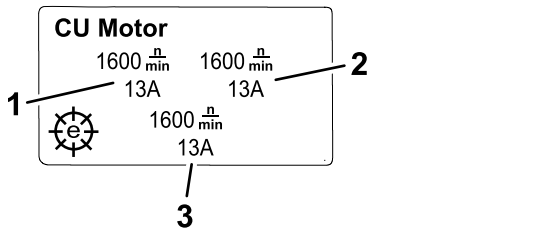

Рисунок 21
- Информационный экран о двигателе режущего блока** (Рисунок 21): показывает частоту вращения каждого электродвигателя барабана и силу тока, потребляемую этим электродвигателем.